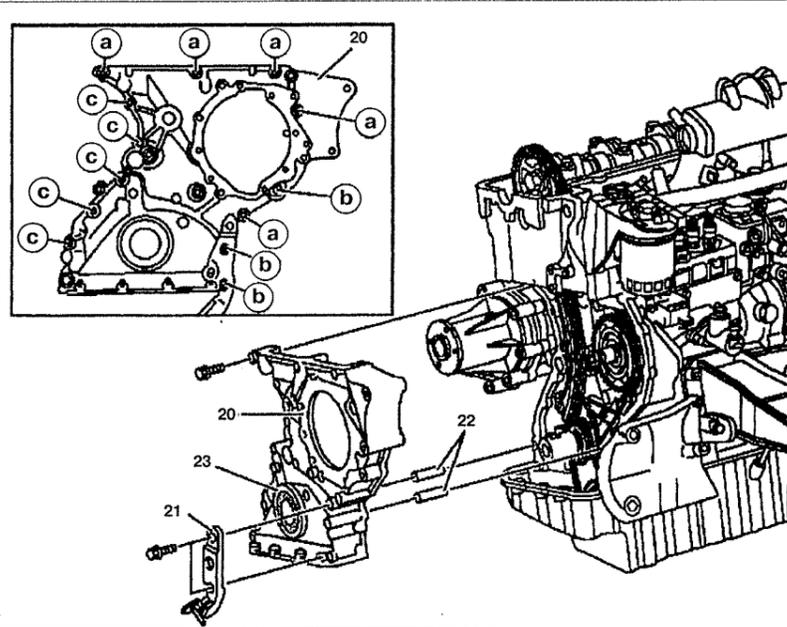

Рис. 4.14. Крышка цепного привода ГРМ:
18. Открутите болты **a, b, c** крепления крышки цепного привода ГРМ **20** (см.рис.4.14).